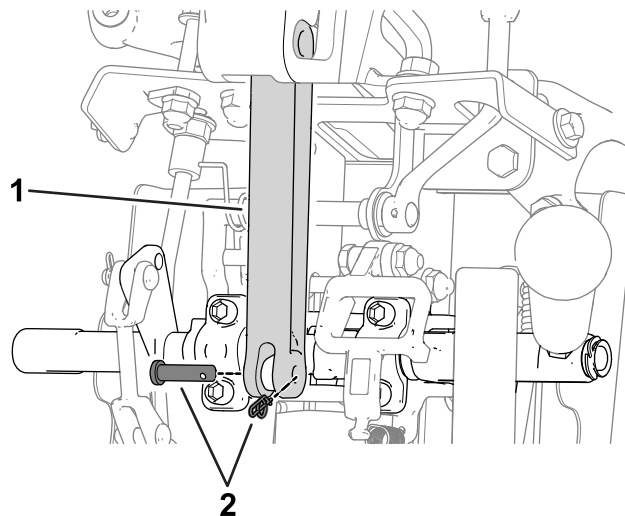

図 7
3. ベイルリンクをコントロールシャフトに固定しているピンを外して 図 7、ベイルリンクを外す。